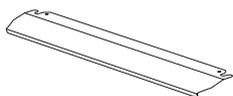

Figura 29
1. Un pannello di sicurezza è progettato per proteggere il pannello di controllo e i pulsanti, quando il forno è in modalità grill. (figura 29)